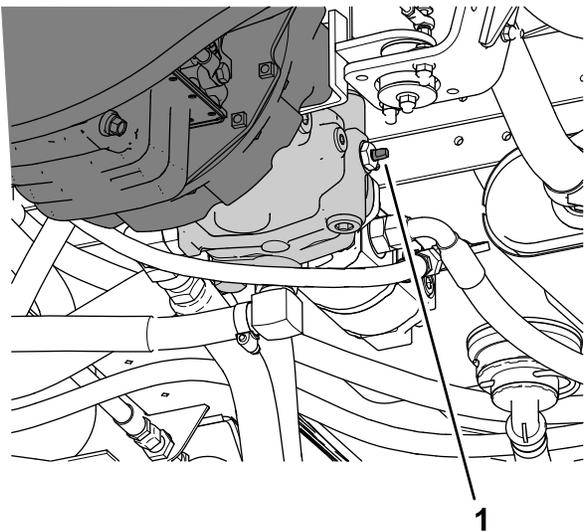

図 57
3. 牽引用バイパスバルブ 図 57 を左右どちらかに 90° 回転させるとバルブが開く。